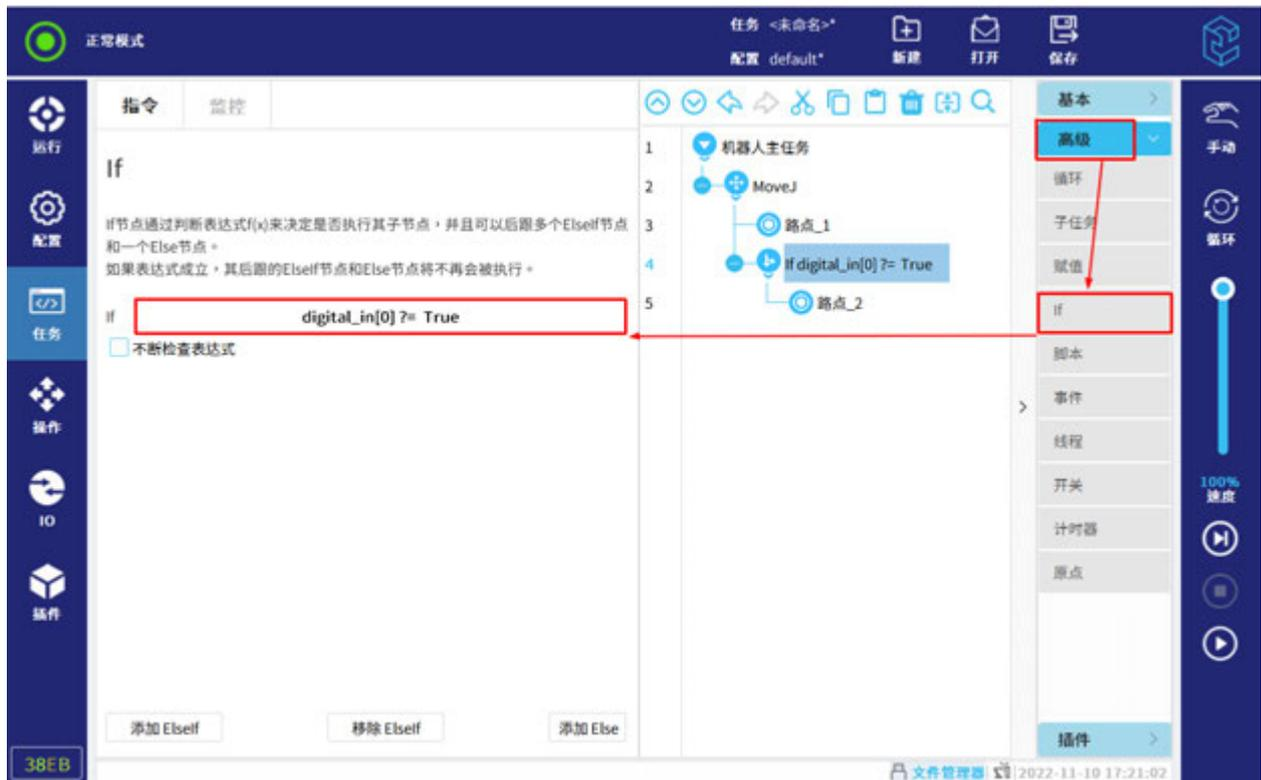

図 12-22 If
2. タスクツリーの「If」をクリックして、式を図 12-22 に示すように変更する。